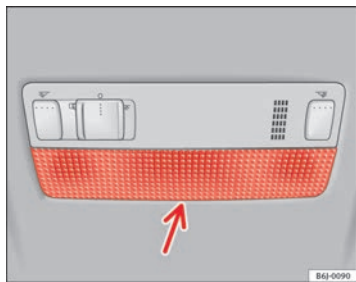

Abb. 150 Leseleuchte vorne
- Führen Sie das flache Ende eines dünnen Schraubendrehers zwischen Gehäuse und Glas ein ⇒ Abb. 150.